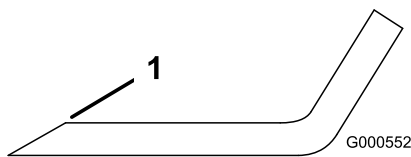

Figura 66
- Utilize uma lima para afiar aresta de corte em ambas as extremidades da lâmina (Figura 66).
Nota: Se lâmina não estiver equilibrada, lime algum metal da extremidade da aba apenas (Figura 66).